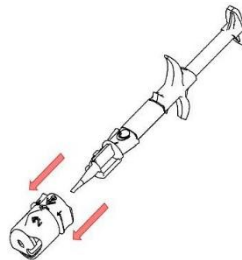

Fig. 3
7. Rimuovere ed eliminare l'adattatore con l'anello rotabile come indicato al numero '4' (Fig. 3), tirandolo.